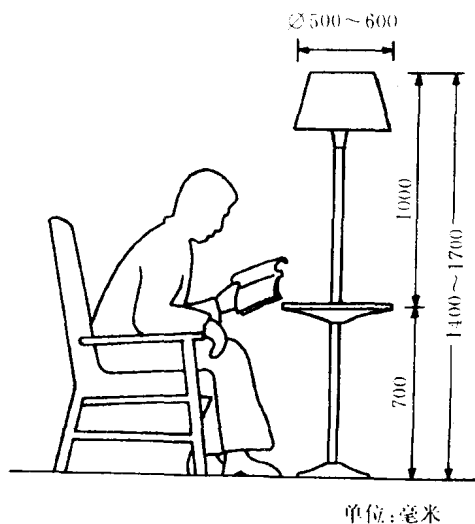

图 1-5 立灯的适宜尺度
(2) 立灯。立灯又称落地灯，主要用于起居室、客厅等，作为会客、阅读或书写的局部照明，其适宜尺度如图 1-5 所示。立灯一般靠墙放置，或放在沙发背后 50~75 毫米处。立灯在结构上要求安全稳定，不怕轻微的碰撞，电线要稍长些，以便于改变放置位置。